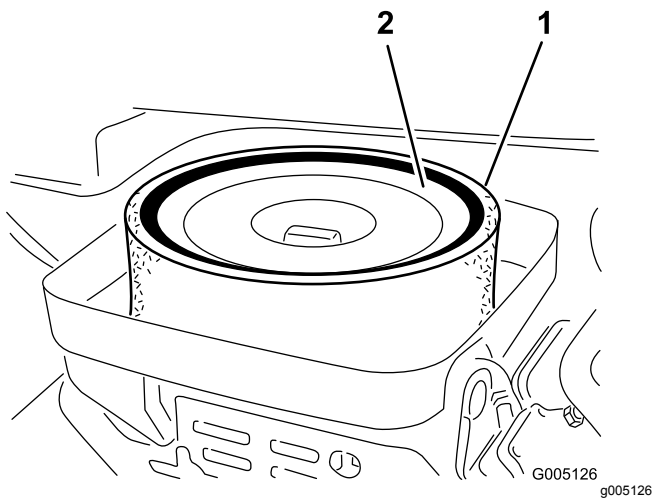

Figura 45
3. Si el elemento de gomaespuma está sucio, sepárelo del elemento de papel (Figura 45). Límpielo a fondo, de la manera siguiente: